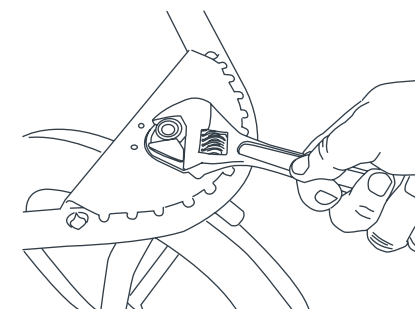

Fig. 21
- 21) • Si la roue avant oscille au-delà de ce qui est normal lors de l'utilisation pour la marche ou le jogging, vous devrez peut-être ajuster l'écrou de la roue avant. Cet écrou est situé sous le repose-pied situé à l'avant de la Poussette. Vous pouvez utiliser une clé à molette pour serrer l'écrou (Fig. 21).